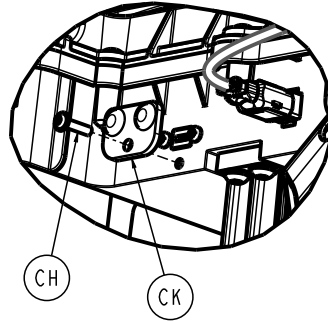

Figure 7 – Retirer le couvercle du port USB
- À l'aide d'une clé Torx T10, desserrer la vis (CH) qui fixe le couvercle du port USB (CK) au boîtier du côté pieds. Laisser le couvercle basculer vers le bas pour accéder au port USB (Figure 7).